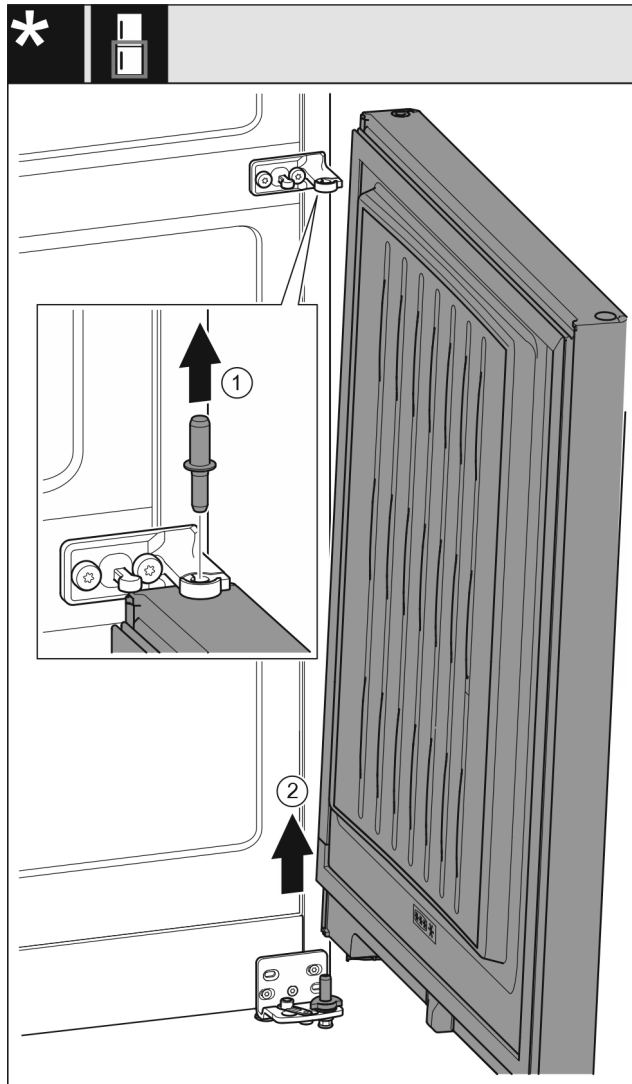

Fig. 9
- ▶ Sortir le boulon par le haut. Fig. 9 (1)
- ▶ Faire pivoter la porte vers l'extérieur, la tirer vers le haut et la mettre de côté. Fig. 9 (2)